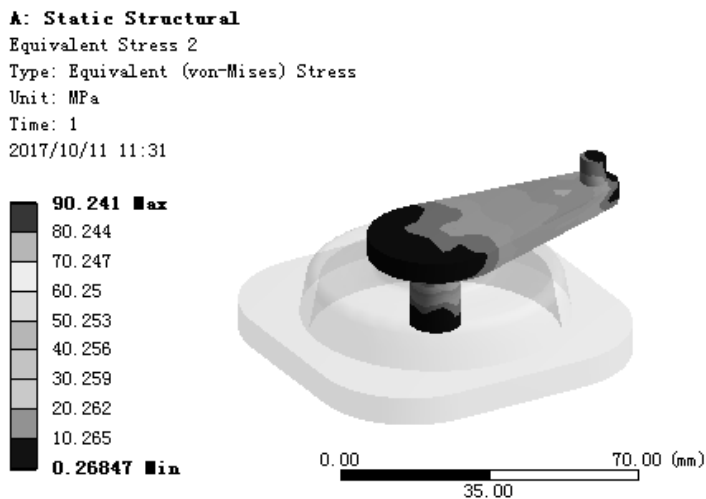

图 7.6.59 应力结果图解 (handle)
(4) 查看 handle 应力结果图解。在“Outline”窗口中选中 Equivalent Stress 2，查看图 7.6.59 所示的零件 handle 的应力结果，其最小应力为 0.26847 MPa，其最大应力为 90.241 MPa。